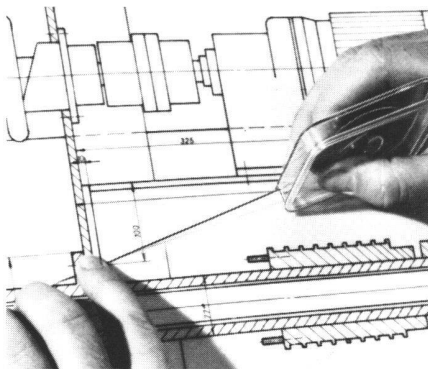

Abb. 4
1. Scissors Drafting nennt man das Ausschneiden und Neuzusammenstellen verschiedener Zeichnungen mit Selbstklebematerialien (Abb. 4 u. 5) wie Adhesivebänder, Stripfilme (Diazo-, Xerofilien), Selbstklebefolie, Abreibesymbole und -schriften.